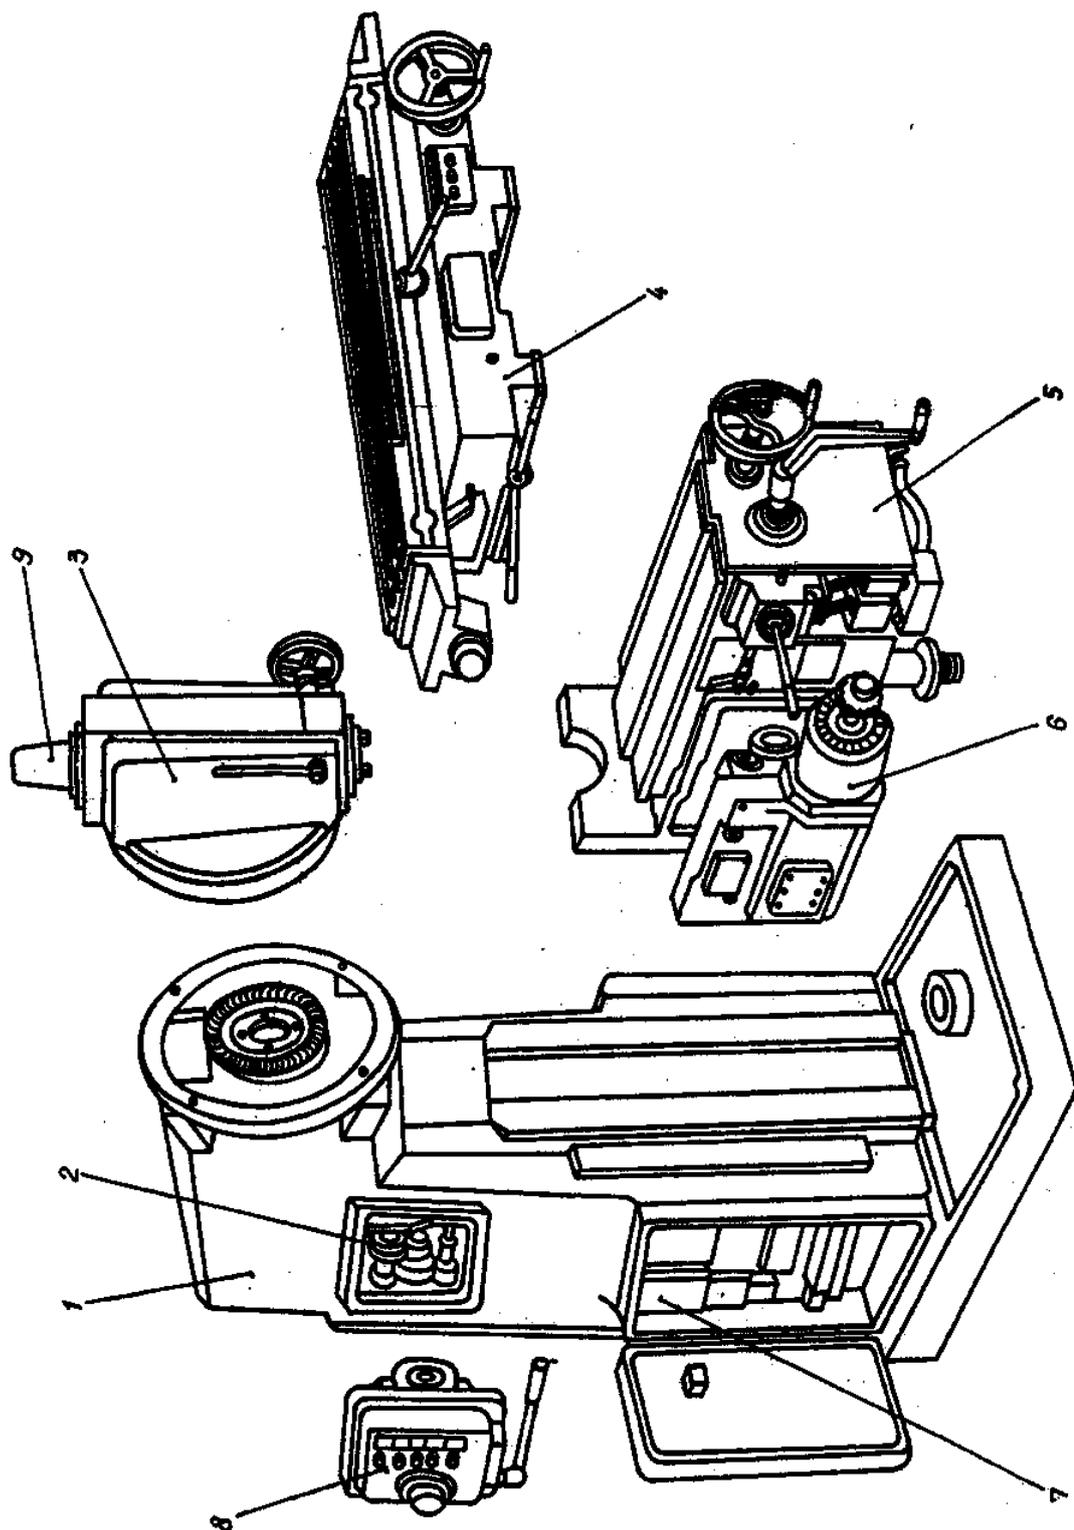

Рис. 6. Расположение составных частей станка
5.1. Общий вид станка с обозначением составных частей станка (рис.6)